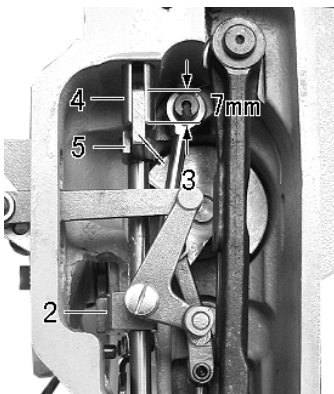

图 30
- 1) 在上述情况下, 松开提升架螺钉 (2), 调整压脚提升高度。
- 3) 调整时, 注意 (图 30) 上的 7 mm。